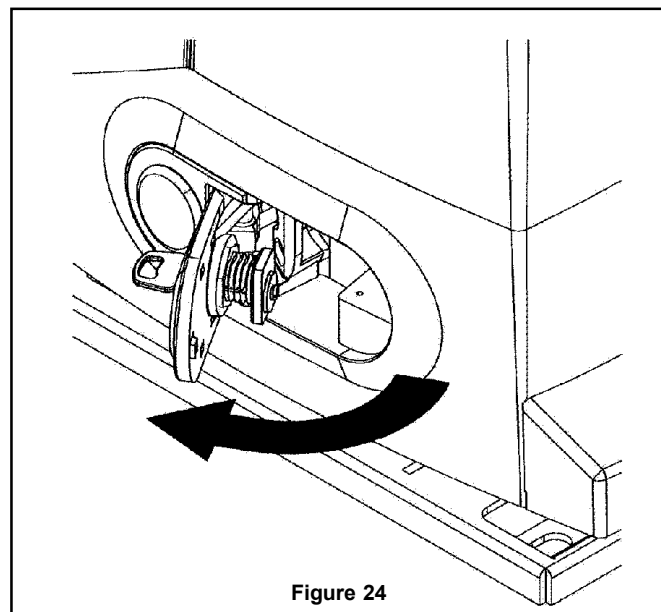

Figure 24
- c) Tirer légèrement vers l'extérieur la clé pour faire sortir le portillon, puis tirer celui-ci vers l'extérieur jusqu'à son arrêt (fig. 24); le portillon, dotée d'une came, désaccouple la transmission.